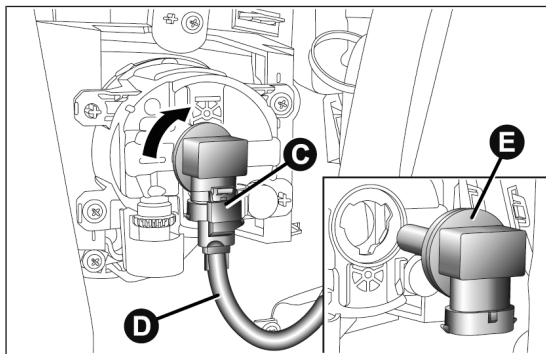

fig. 181
- agir sur l'agrafe C fig. 181 et débrancher le connecteur électrique D ;